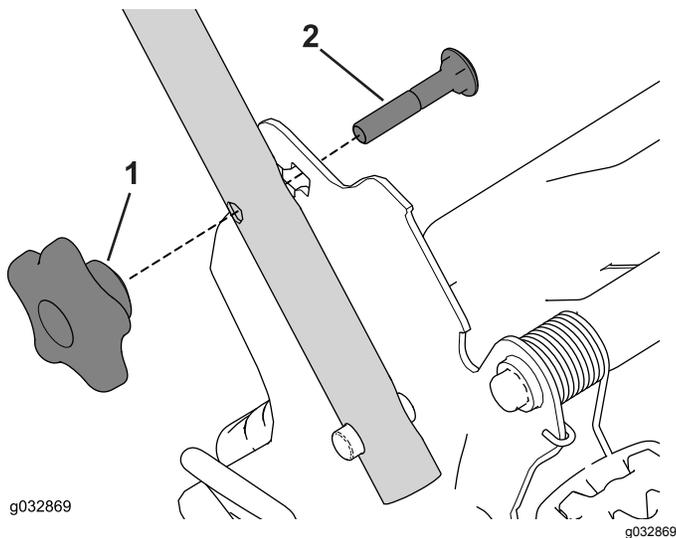

**Figura 22**
1. Retire el botón de arranque eléctrico como se muestra en Figura 22 (modelo de arranque eléctrico solamente).